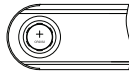

Abb. 2
- CR2032 einlegen, der Pluspol muss nach oben zeigen (Abb.2)